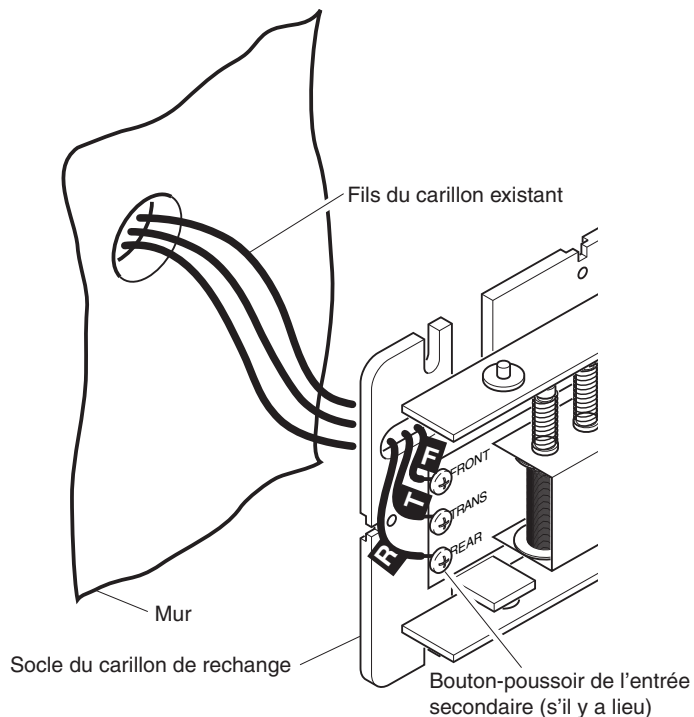

**Figure 1 - Illustration du carillon mécanique
7. Déterminez le type de montage du couvercle. Pour un couvercle avec tige et orifice, la tige doit être mise en place avant d'installer le socle au mur. Installer la tige en l'enclenchant dans l'orifice de fixation ou en la faisant glisser dans le socle du carillon, selon le type de tige (voir les Figures 1 et 3).